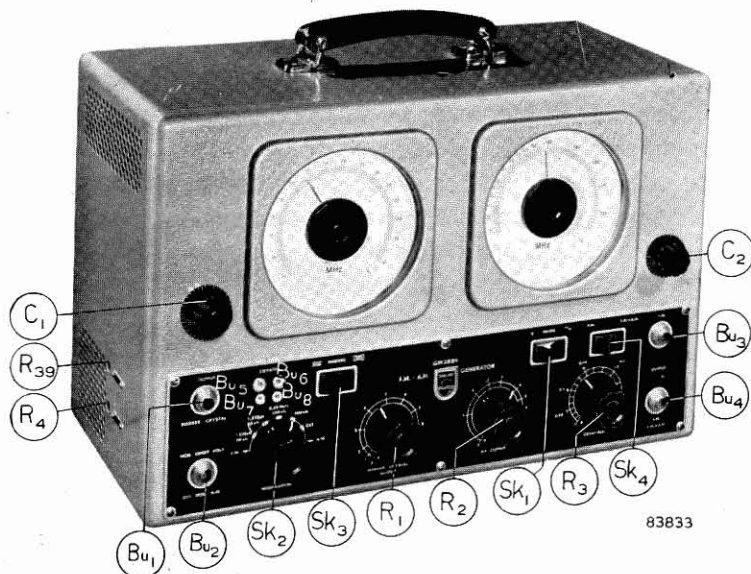

Abb. 8
Das Gerät wird dadurch eingeschaltet, daß man den Netzschalter Sk₁ (siehe Abb. 8) in die rechte Stellung bringt. Nach etwa einer Minute haben die Röhren ihre Betriebstemperatur erreicht und das Gerät kann in Gebrauch genommen werden.
Mit Potentiometer R₄ (siehe Abb. 8) läßt sich die Phasenlage der Ausgangsspannung an Bu₂ ändern. Dies ist erforderlich, wenn die beiden vom Elektronenstrahl auf dem Schirm geschriebenen Kurven (fester Oszillator während des Rücklaufs nicht blockiert) zusammenfallen sollen, falls sie gegeneinander verschoben sind. R₄ ist durch die runde Öffnung, bezeichnet mit „PHASE“, in der linken Seitenwand des Gerätes zugänglich.
- Sk_2 (siehe Abb. 8) in Stellung „FM 50 Hz 15 MHz“ und Sk_4 in Stellung „FM“ bringen.